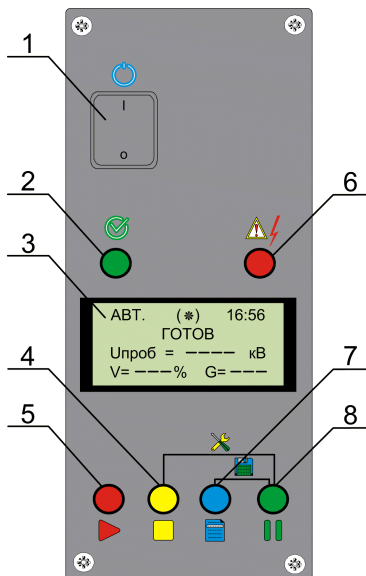

Рисунок 2
1.4.3 Слева от испытательного отсека находится панель управления Прибором **2**, содержащая следующие элементы управления и индикации (см. рисунок 2):